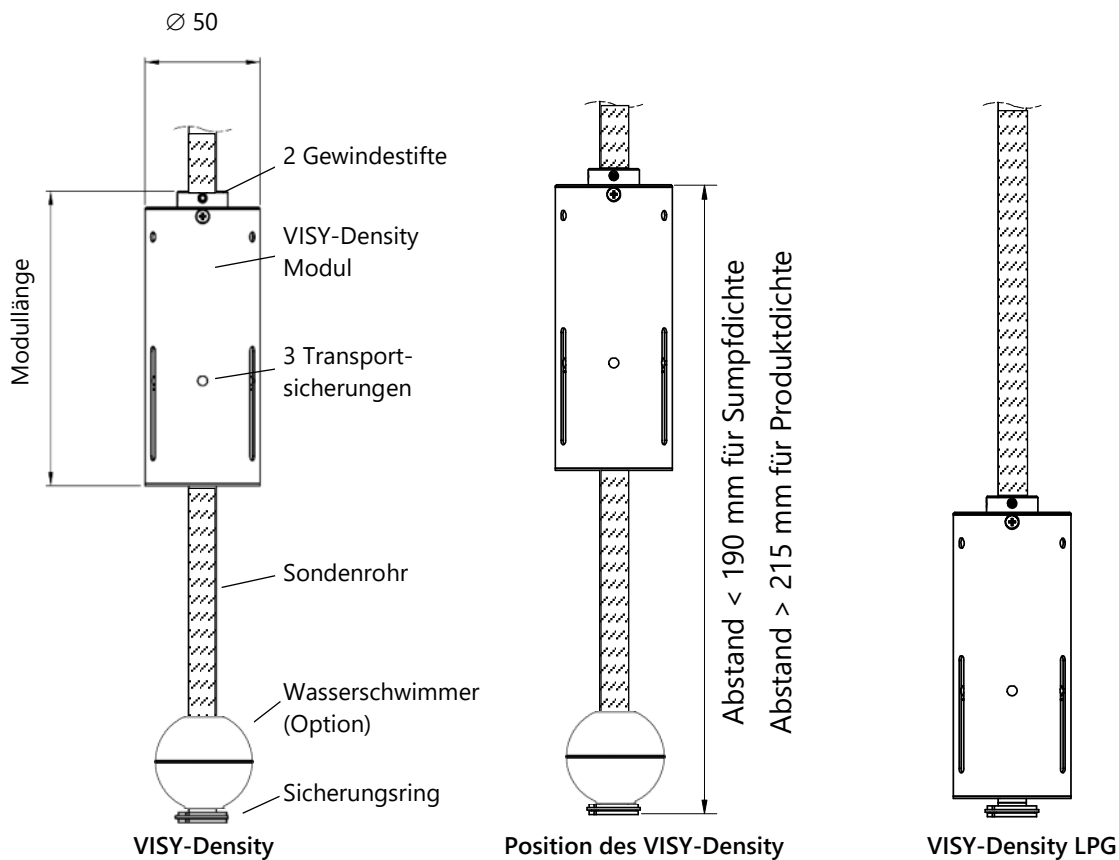

Abbildung 1: VISY-Density und VISY-Density LPG
Je nach Position des VISY-Density Moduls auf dem Sondenrohr wird entweder die Produktdichte oder die Sumpfdichte ermittelt, siehe Abbildung 1.
8. VISY-Density je nach Anwendung mit den 2 Gewindestiften in der entsprechenden Höhe des Sondenrohres fixieren, siehe Abbildung 1: VISY-Density und VISY-Density LPG:
9. VISY-Density je nach Anwendung mit den 2 Gewindestiften in der entsprechenden Höhe des Sondenrohres fixieren, siehe Abbildung 1: VISY-Density und VISY-Density LPG:
4. VISY-Density je nach Anwendung mit den 2 Gewindestiften in der entsprechenden Höhe des Sondenrohres fixieren, siehe Abbildung 1: VISY-Density und VISY-Density LPG: